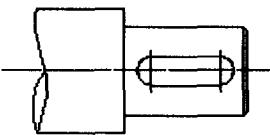

图 3-7
Step 8 修剪处理。单击×按钮对图形进行修剪，如图3-7所示。